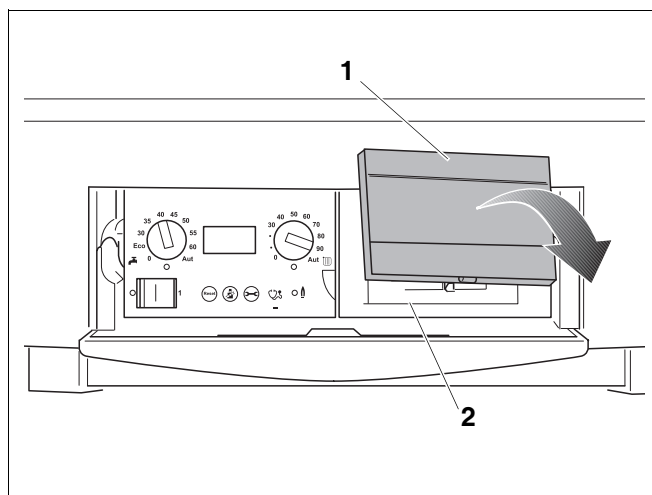

Fig. 29 Fjern dæklænden, og montér betjeningsenheden ModuLine 400 som udetemperaturstyret regulering i kedlen (kun ved udetemperaturstyret driftsform)
- Fjern dæklænden (fig. 29, **pos. 1**).
- Montér ModuLine 400 på stikpladsen (fig. 29, **pos. 2**).